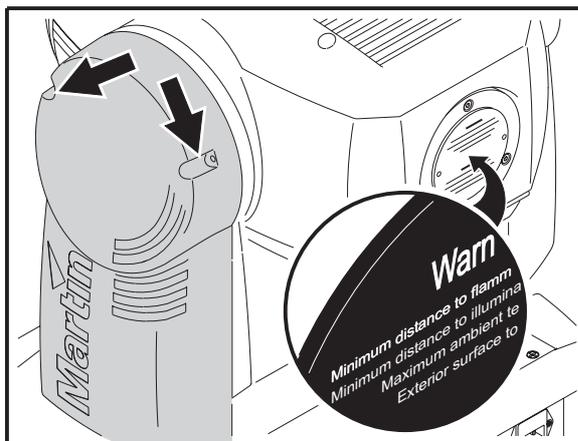

Ilustración 13: Identificar y extraer la cubierta izquierda del yugo
2. Quitar la tapa de plástico de la parte izquierda del yugo (si miramos la cabeza con el texto de la parte inferior orientado correctamente tal y como vemos en Ilustración 13) para acceder a la PCB.
2. Quitar la tapa de plástico de la parte izquierda del yugo (Ilustración 13) para acceder a la PCB.